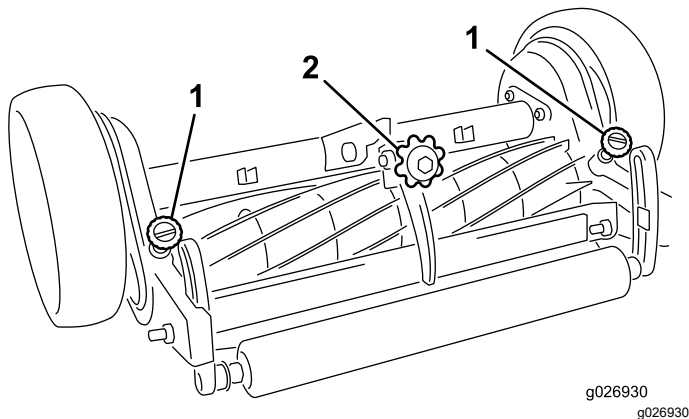

Bild 4
2. Lösen Sie die Auswurfhandräder der Spindel (Bild 4). Drehen Sie die Spindel vorsichtig nach hinten, um sicherzustellen, dass sie sich frei bewegt.
3. Während Sie die Spindel nach hinten drehen, drehen Sie das Untermesser-Einstellhandrad gegen den Uhrzeigersinn (Bild 4) bis das Untermesser die Spindelmesser nicht mehr berührt
4. Während Sie die Spindel nach hinten drehen, drehen Sie das Einstellhandrad im Uhrzeigersinn (Bild 4), einen Klick nach dem anderen, bis ein leichter Kontakt zwischen Untermesser
6. Zu Beginn des Mähtages, wenn die Spindeln noch kalt sind, die Auswurfhandräder einrasten lassen (Bild 4). Betreiben Sie die Schneideinheiten für 15 bis 20 Minuten, bis Untermesser und Spindel ihre normale Betriebstemperatur erreichen, und unterbrechen Sie dann den Betrieb. Lösen Sie als nächstes die Auswurfhandräder der Spindel und drehen Sie die Spindel rückwärts. Es sollte ein Flüstergeräusch (kein Klicken) hörbar sein – dies ist das Zeichen einer richtigen Einstellung. Wenn kein Flüstergeräusch hörbar ist, müssen Untermesser und Spindel neu eingestellt werden, siehe Schritte 3-5. Befolgen Sie, wenn die Spindeln durch die Verwendung warm sind, nur die Schritte 1-5, um einen leichten Kontakt zwischen Untermesser und Spindel zu erhalten.